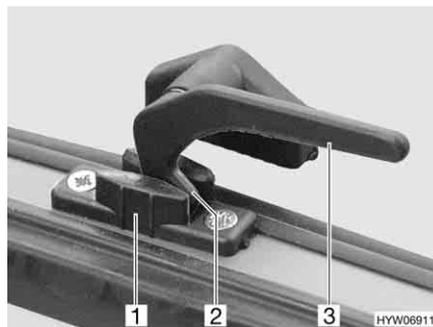
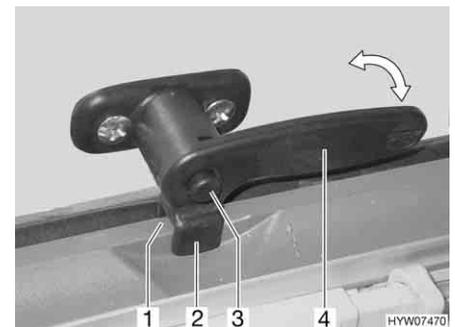

Fig. 77 La palanca de bloqueo sin botón de seguridad en la posición de "ventilación continua"
Fig. 78 La palanca de bloqueo con botón de seguridad en la posición de "ventilación continua"
- En la posición "ventilación continua" (Fig. 77 ó Fig. 78)
- Si es necesario, presionar el botón de seguridad (Fig. 78,3) y mantenerlo pulsado.
- Girar la palanca de bloqueo (Fig. 77,3 ó Fig. 78,4) un cuarto de vuelta hacia la mitad de la ventana.
- Girar de nuevo hacia atrás la palanca de bloqueo. En esto, introducir la saliente de bloqueo (Fig. 77,2) en el rebaje del bloqueo de la ventana (Fig. 77,1), o introducir la horquilla (Fig. 78,2) de la palanca de bloqueo en el bloqueo de la ventana (Fig. 78,1).